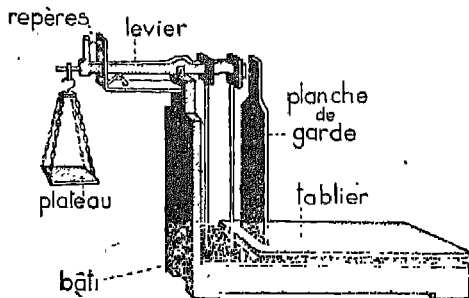

Fig. 3. — Bascule au dixième.
*Description.* — Un bâti ABC sert de support aux pièces mobiles (fig. 3 et 4).